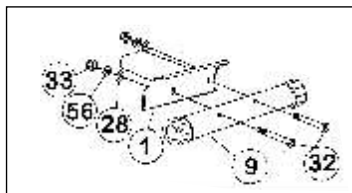

Figura 2
Una o estabilizador traseiro (9) com a estrutura principal (1) com dois parafusos M10x70 (32), arruelas planas (28), arruelas mola Ø 10 (56) e porcas M10 (33). (Ver figura 2)